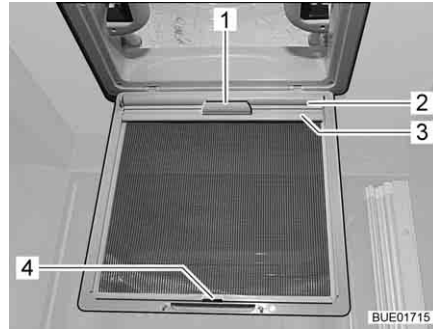

Bild 86 Verdunklungsrollo
- Verdunklungsrollo (Bild 86,2) am Griff (Bild 86,1) herausziehen und Halteleiste (Bild 86,3) in den Haken (Bild 86,4) am Insektenschutz einhängen.
- Halteleiste (Bild 86,3) vom Haken (Bild 86,4) lösen und Verdunklungsrollo (Bild 86,2) am Griff (Bild 86,1) langsam zurückführen.